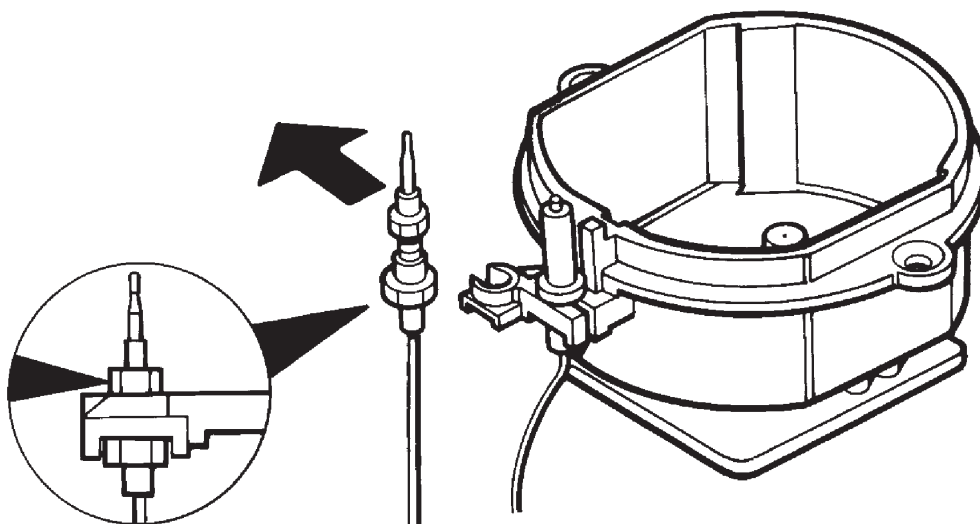

Fig. 9
**AU MOMENT DE REBRANCHER DES COMPOSANTS ÉLECTRIQUES, QUELS QU'ILS SOIENT, REPORTEZ-VOUS AU DIAGRAMME DU CIRCUIT, FIG. 9. AVANT DE RÉALISER QUELCONQUE REBRANCHEMENT ÉLECTRIQUE, VÉRIFIEZ QUE L'APPAREIL EST SÛR SUR LE PLAN ÉLECTRIQUE.**
5. Montez le nouveau générateur et refaites le branchement en suivant le diagramme du circuit. (Voir Fig. 9).
10. Remontez dans le sens inverse, en veillant à ce que l'anneau d'étanchéité se trouve bien compris entre le nouveau robinet et le rail du gaz. Rebranchez les contacteurs du robinet en suivant le diagramme du circuit. (Voir Fig. 9).
### E. RETRAIT DU THERMOCOUPLE (VOIR FIG. 9)